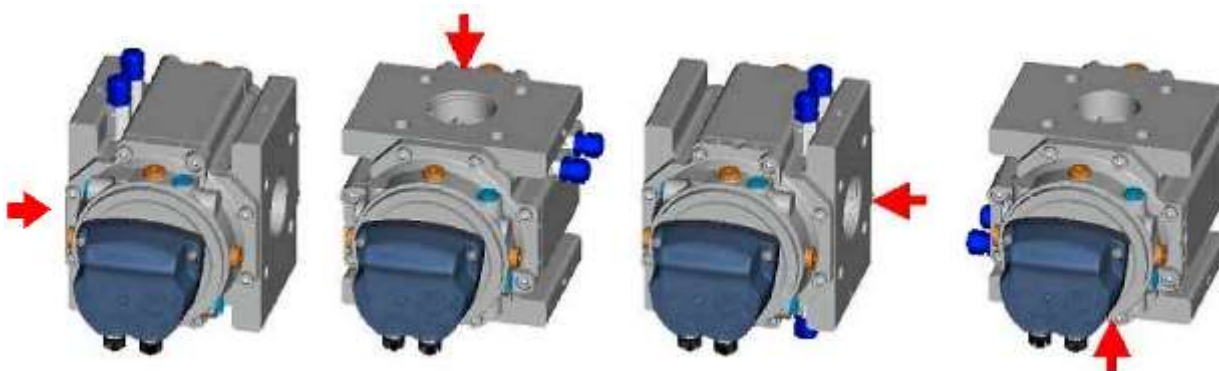

Рисунок 6 Варианты установки счетчиков в зависимости от направления потока газа
2.5.3 Счетчики могут устанавливаться в любом положении относительно направления потока газа (относительно горизонтально расположенного роликового сумматора газ может двигаться по следующим направлениям: слева направо, справа налево, сверху вниз, снизу вверх) (рисунок 6).